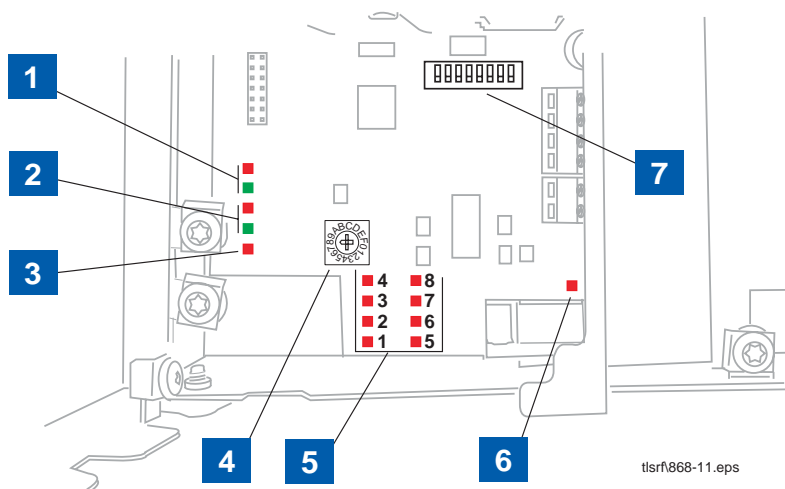

Figura 11. Ubicación de los LED de diagnóstico y los interruptores de la interfaz TLS RF
2. En este ejemplo, la salida de dispositivo 1 corresponde a una sonda Mag. Respete la polaridad. Nota: Cada vez que se recibe una transmisión de este dispositivo, el LED 1 (véase el punto 5 de la Figura 11) parpadea.
La Figura 11 muestra la ubicación de las luces de diagnóstico e interruptores de configuración de la interfaz TLS RF.
NUMERADOS DE LA FIGURA 11**